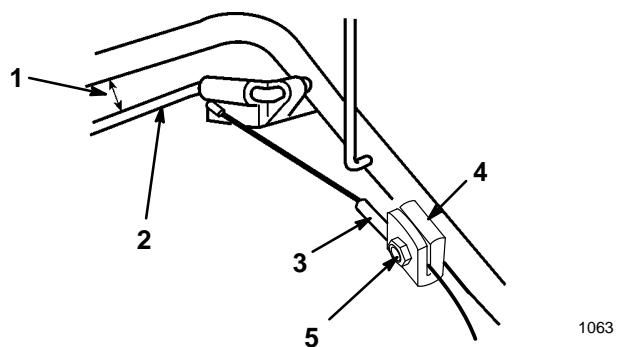

Figure 20
1. Desserrer l'écrou du support de câble (Fig. 20).
2. Tenir la barre de commande de traction à une distance de 25 à 38 mm (1 à 1 1/2") du mancheron (Fig. 20).